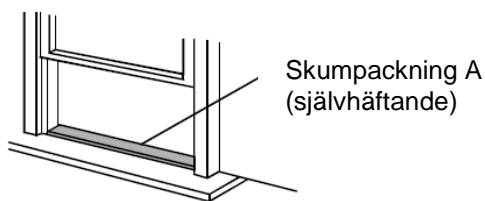

Bild 8
1. Skär till skumpackningen (självhäftande) till rätt längd och för fram den till fönstersockeln. Bild 8